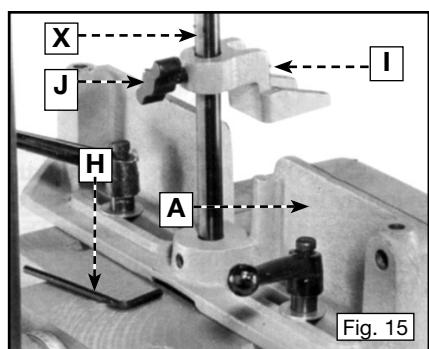

Fig. 15
1. Conecte el eje vertical (X) Fig. 15 a la guía, utilizando la llave suministrada (H).
2. Coloque la pieza de trabajo hacia abajo (I) Fig. 15 sobre el eje (X) y ajuste el tornillo de ajuste manual (J) contra la parte plana sobre el eje.